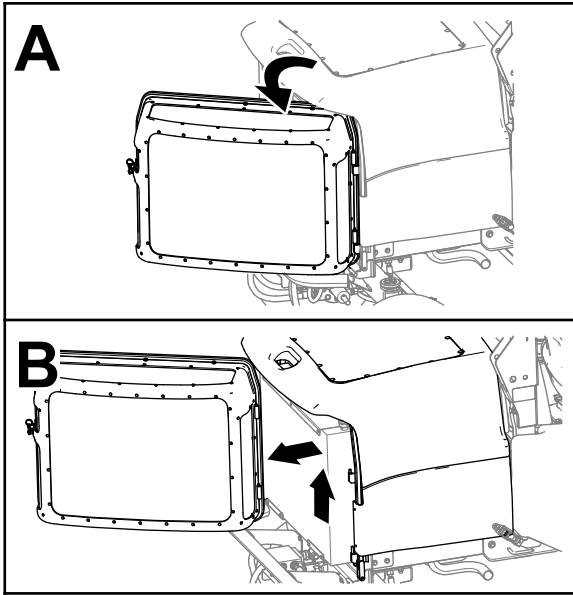

Figure 68
3. Déverrouillez la grille du moteur, ouvrez-la et soulevez-la hors de la machine (Figure 68).